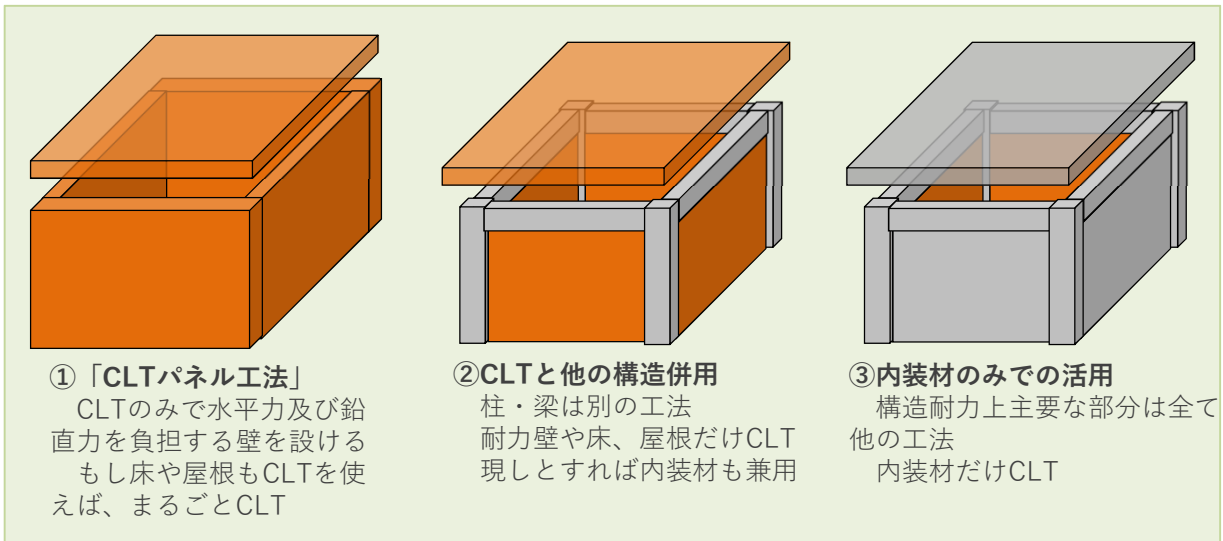

図2 CLTの多様な選択肢のイメージ
### (1) CLTパネル工法 (写真4)(図2①)
### (2) CLTと他の構造材との併用 (写真5)(図2②)
### (3) 内装材等としての活用 (写真6、7)(図2②③)